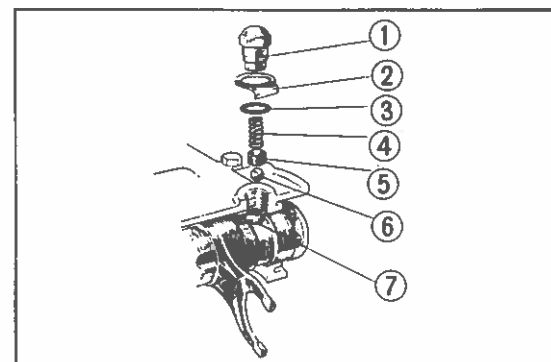

Fig. 3-83 ① Bullone di fissaggio. ④ Molla.
3. Collocare la parte incavata nel tamburo selettore come indicato in fig. 3-83 ed installare la sfera di acciaio, il cappello della molla e la molla, e quindi bloccare il tutto mediante il bullone di fissaggio.